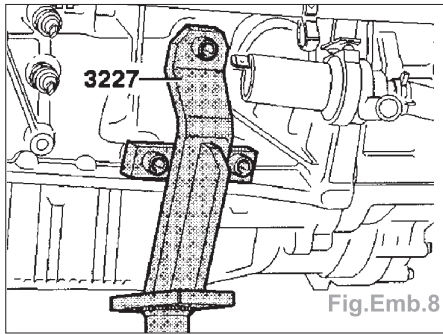

Fig.Emb.8
- Visser le support-moteur (outil 3227 pour moteur 5 cyl. et outil 3230 pour moteur 4cyl.) au bloc-moteur (Fig.Emb.8).